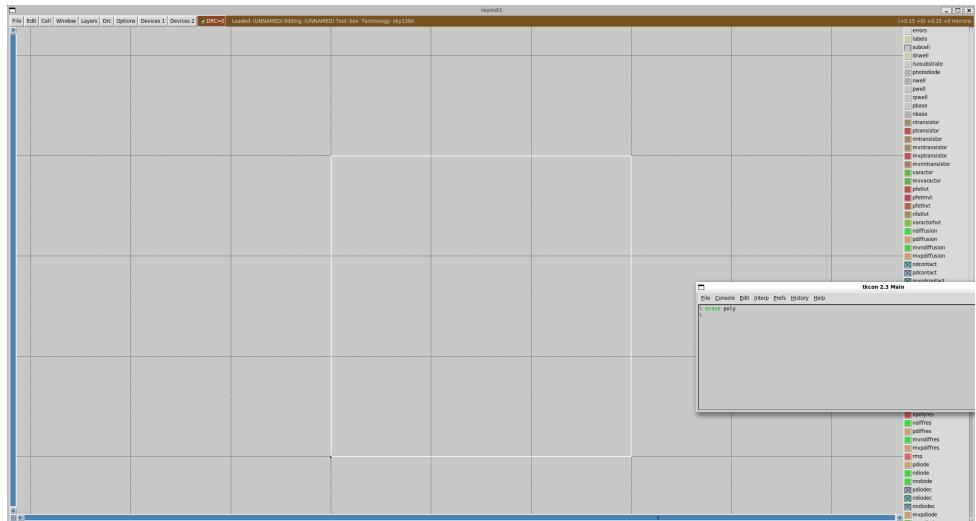

Figura 20: Resultado final: a região onde havia poly foi apagada com sucesso.
Passo 4: Verificar o resultado Após executar o comando, a camada selecionada será removida da área especificada. A alteração é refletida imediatamente na janela de layout, como ilustrado na Figura 20.